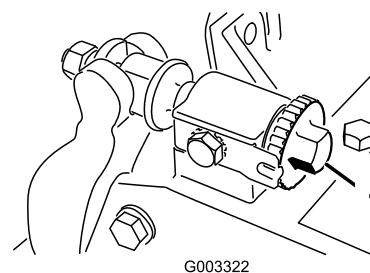
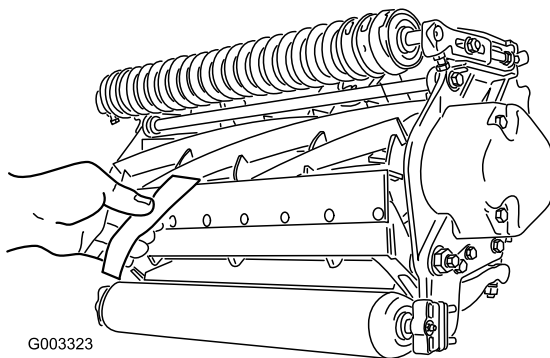

Figura 8
Figura 9
1. Posizionate la macchina su una superficie piana e uniforme. Accertatevi di eliminare il contatto del cilindro ruotando le viti di regolazione della barra di appoggio in senso antiorario (Figura 8).
Importante: Accertatevi che i dadi sull'estremità posteriore delle viti di regolazione della barra di appoggio non poggino sul piano di lavoro (Figura 8).
3. Ad una estremità del cilindro, inserite una striscia di carta da giornale tra il cilindro e la controlama (Figura 9). Mentre ruotate leggermente in avanti il cilindro, ruotate la vite di regolazione della barra di appoggio (Figura 8) in senso orario (sullo stesso lato del cilindro, uno scatto per volta) finché la carta - inserita dalla parte anteriore, parallelamente alla controlama - non verrà leggermente compressa, se inserita dalla parte anteriore, parallelamente alla controlama. Avvertirete una leggera resistenza mentre la carta viene tirata.
5. Una volta terminata la regolazione, verificate che il cilindro comprima la carta, quando viene inserita dalla parte anteriore, e che tagli la carta, quando viene inserita ad angolo retto rispetto alla controlama (Figura 9). Deve essere possibile tagliare la carta con un contatto minimo tra la controlama e le lame del cilindro. Se risulta evidente una resistenza del cilindro/un contatto eccessivo, sarà necessario lappare o riaffilare l'apparato di taglio per ottenere il livello di affilatura necessario per un taglio di precisione (Fate riferimento al manuale Toro per l'affilatura del cilindro e delle macchine a taglio rotativo, Modulo N. 80-300PT).